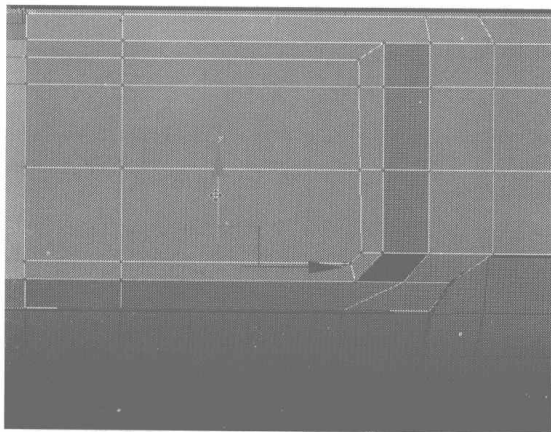
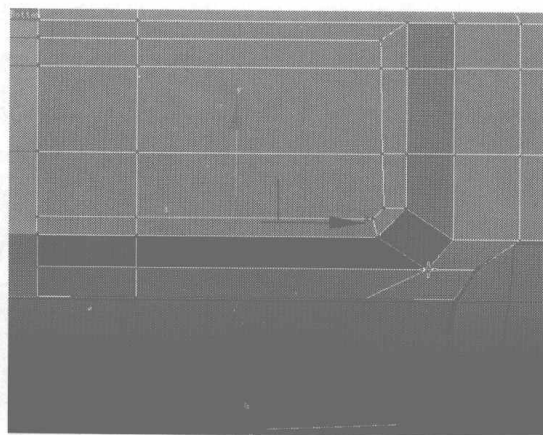

图 4.343
图 4.344
- 19 在 Bottom 视图中选择如图 4.343 所示的节点，沿 Y 轴向上移动到合适的位置，如图 4.344 所示。